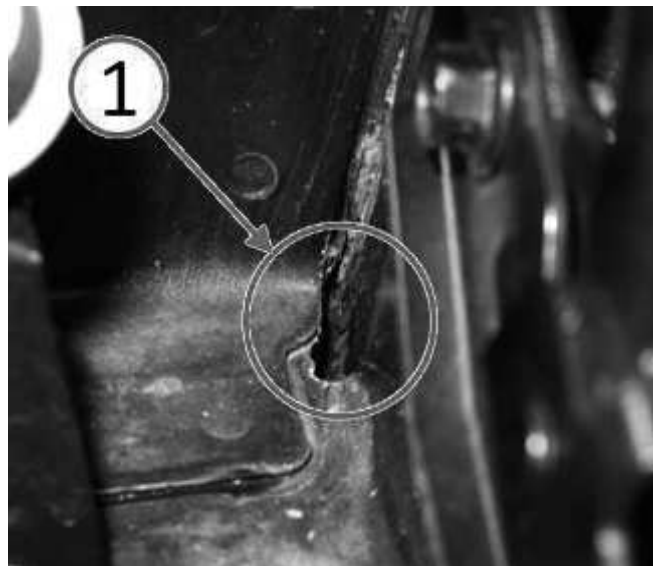

Fig. 4 Sicherstellen, dass die Metalllasche das innere Karosserieblech nicht mehr berührt
5. Sicherstellen, dass die Metalllasche des unteren Luftsammlers weg vom inneren Karosserieblech gebogen wurde und dieses nicht mehr berührt (Fig. 4).